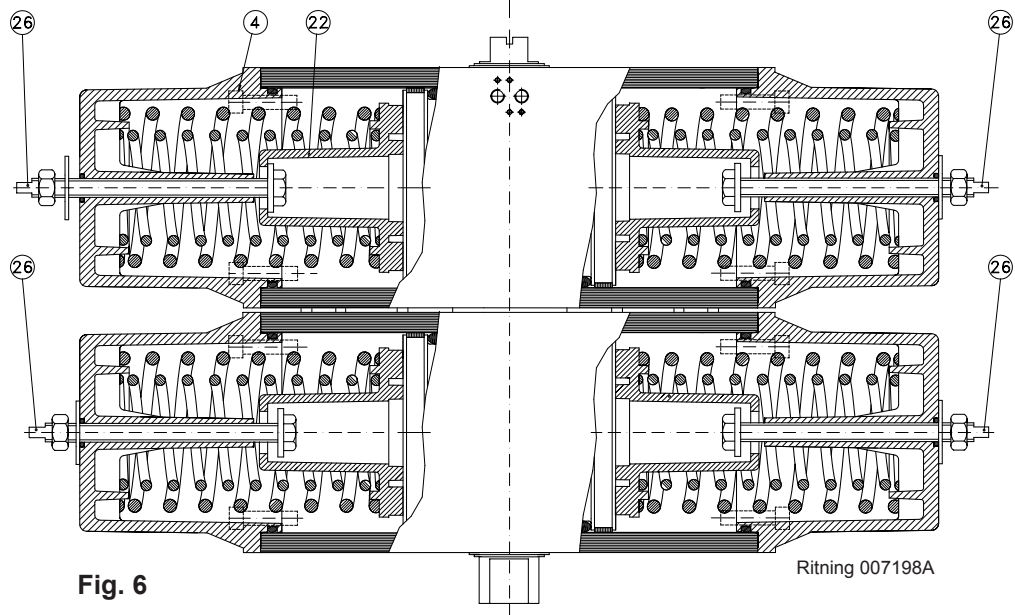

Fig. 6
4. Lossa låsmuttrarna (29).
5. Skruva inspänningsskruvarna (26) medurs tills de går att vrida med obetydlig kraft.
6. Skruva den övre vänstra inspänningsskruven (26) moturs, tills den ligger an mot fjäderstyrningen (22) enligt fig. 6 och demontera vänstra fjäderhuset genom att lossa skruvarna (4).